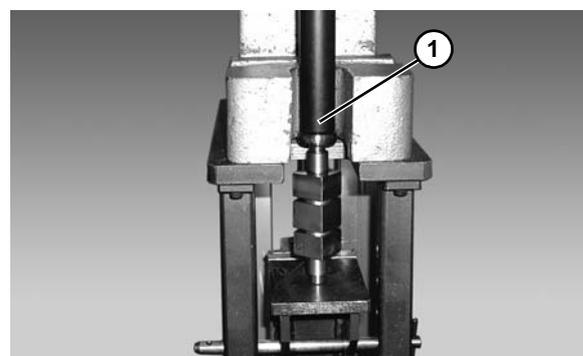

Abbildung 57
4. Das neue Lager mit dem Einbauwerkzeug 450293 (**Abbildung 57, Teil 1**) auf die Treibrolle drücken.